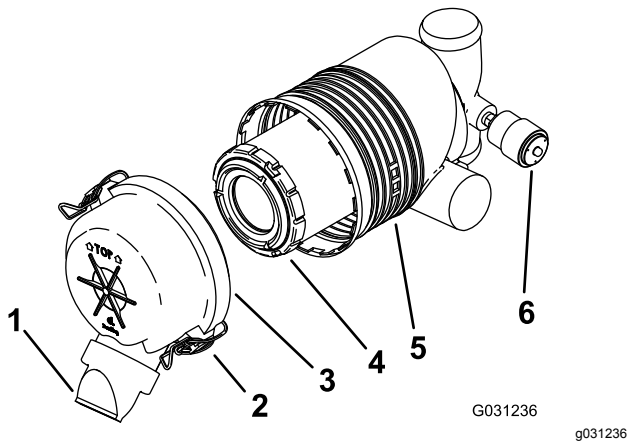

Bild 30
Wichtig: Tauschen Sie den Luftfilter nur aus, wenn die Wartungsanzeige rot ist (Bild 30). Das frühzeitige Auswechseln des Luftfilters erhöht nur die Gefahr, dass Schmutz in den Motor gelangt, wenn Sie den Filter entfernen.
5. Lösen Sie die Riegel am Luftfilter und ziehen Sie die Abdeckung vom Luftfiltergehäuse ab (Bild 30).
- Wenn die Wartungsanzeige durchsichtig ist, setzen Sie die Luftfilterabdeckung auf (die Staubkappe sollte nach unten zeigen) und befestigen Sie die Riegel (**Bild 30**).
- Schieben Sie den Filter vorsichtig aus dem Luftfiltergehäuse heraus (**Bild 30**).
- Setzen Sie den Filter vorsichtig ein (**Bild 30**).
- Setzen Sie die Luftfilterabdeckung auf (die Staubkappe sollte nach unten zeigen) und befestigen Sie die Riegel (**Bild 30**).